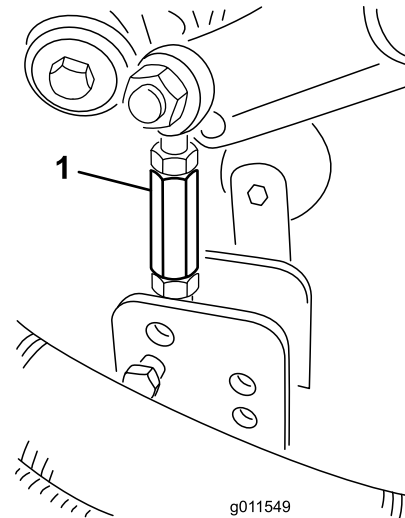

Bild 27
- Entfernen Sie die Splints und Lastösenbolzen, mit denen die Stoßdämpferlenker an den Mähwerkhalterungen befestigt sind (Bild 27).